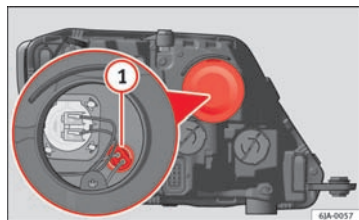

Fig. 147 Udskiftning af pære til positionsllys
- Tag beskyttelseskappen ⇒ Fig. 147 af.
- Træk fatningen ⇒ Fig. 147 ① udad og af.